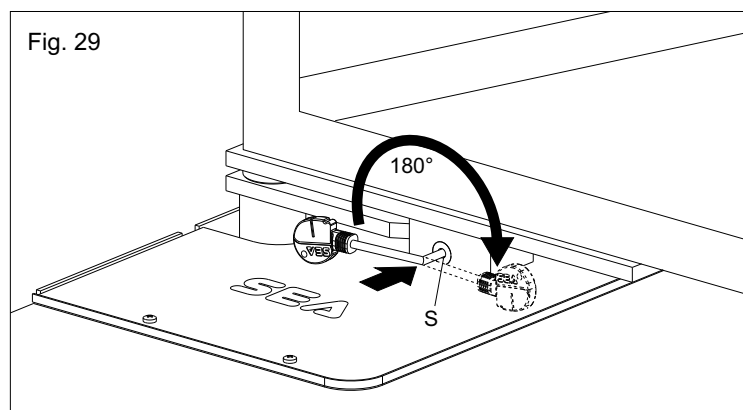

Fig. 29
- Insertar la llave en dotación en la fisura (S) y rotar la manija en 180° hacia el centro de la cancela (Fig. 29).